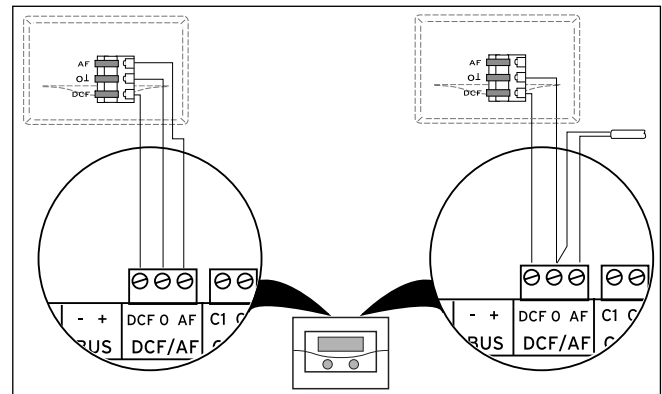

Abb. 4.30 DCF-Empfänger anschließen
► Verdrahten Sie den DCF-Empfänger entsprechend der Abb. 4.30.